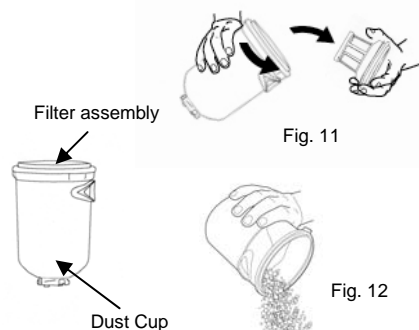

Fig. 12
- Videz la coupelle. (Fig. 12)
- Empty the dust cup. (Fig. 12)